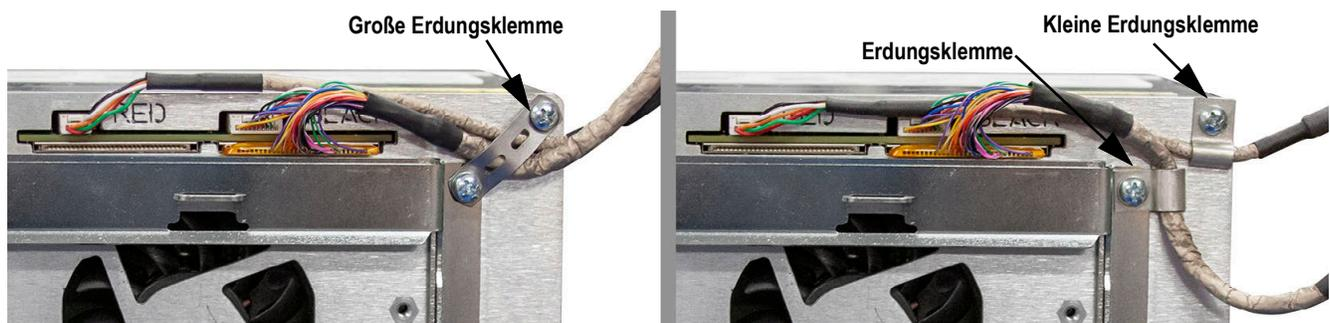

Abbildung 2-19. Erdungsschirm des Controller-Kastens
7. Entnehmen Sie die ursprüngliche Erdungsschelle, die für Display- und Touchscreen-Kabel verwendet wurde, siehe Abbildung 2-19 auf Seite 33.